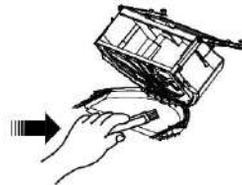

Figura 3
03. Levante a tampa inferior do filtro e retire o excesso de poeira entre o filtro e a tampa (Figura 3).